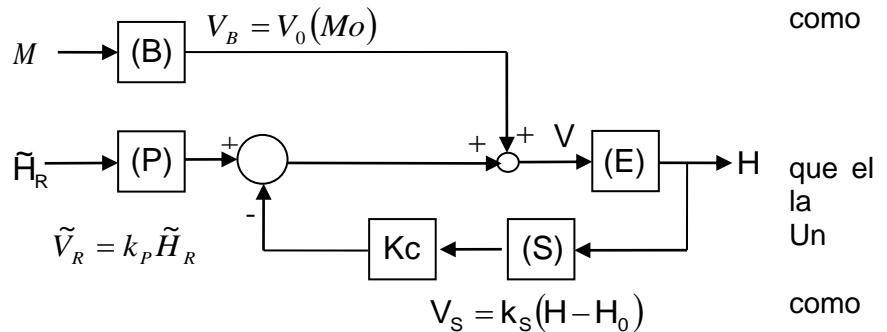

Figura 2
- 5) Para mejorar el comportamiento los mecánicos del taller diseñan un sistema realimentado como el que se representa en la figura 2.